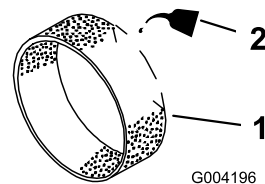

図 14
3. 乾いたらプレフィルタにエンジンオイルを30-60 ccほど含ませる(図 14)。